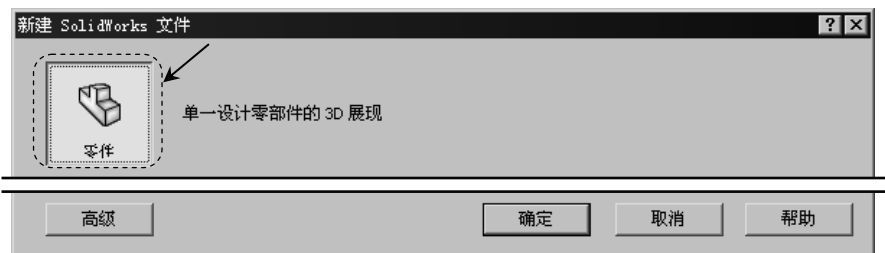

图 2.2.1 “新建 SolidWorks 文件”对话框
Step 1 启动 SolidWorks 软件后，选择下拉菜单    命令，系统弹出图 2.2.1 所示的“新建 SolidWorks 文件”对话框；选择“零件”模板，单击  按钮，系统进入零件建模环境。